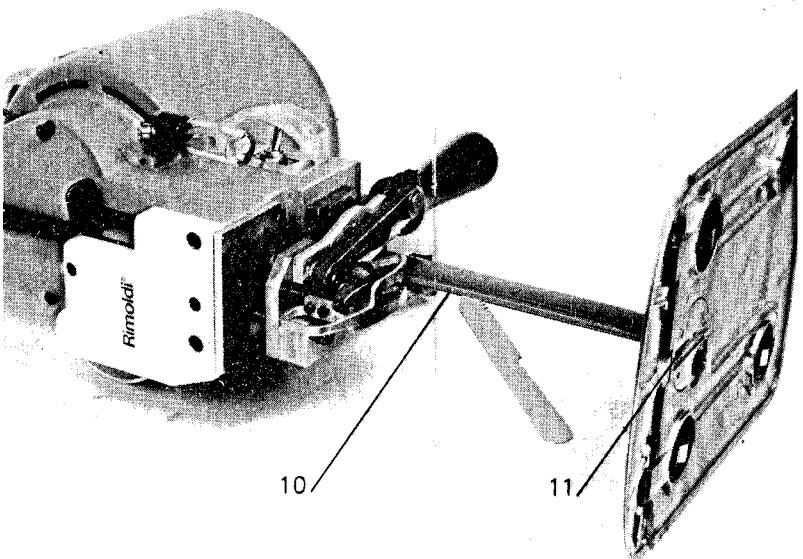

Fig. 3
- Clean the blade guide 10 in fig. 3 and fig. 6 and the slot in the base plate 11 in fig. 3 and fig.6 using the special instrument provided
- Die Messerführung 10 Fig.3 und Fig. 6 und den Schlitz des Maschinenfusses 11 Fig.3 und Fig.6 mit dem entsprechendem als Zubehör mitgeliefertem Werkzeug reinigen
- Limpiar la guia -cuchilla 10 fig.3 y fig.6 y la radura del pie del soporte de cuchilla 11 fig.3 y fig.6 con el instrumento apropiado.
Every day: Remove the blade and clean the blade guide 10 in fig. 3 and the base plate slot 11 in fig. 3 with the special tool provided (see fig. 3)
Jeden Tag: Die Klinge ausbauen und Messerführung 10 Fig.3 und den Schlitz des Maschinenfusses 11 Fig.3 mit entsprechendem als Zubehör mitgeliefertem Werkzeug (siehe Fig. 3) reinigen.
Diarialmente: Retirar la cuchilla y limpiar la guia de la cuchilla 10 fig. 3